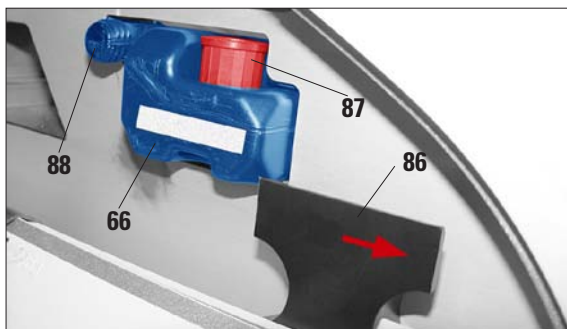

図 61
- 上部の左角を押して、装置の左側のカバープレート（5）を開けます（図 36 を参照）。次に、セキュリティラッチ（86）を前方に押します（図 61）。
- 赤のキャップ (85) を 1 回転緩め、カートリッジを完全に奥まで動かします。
- セキュリティラッチ (86、図 61) をカートリッジの正面に押し戻します。